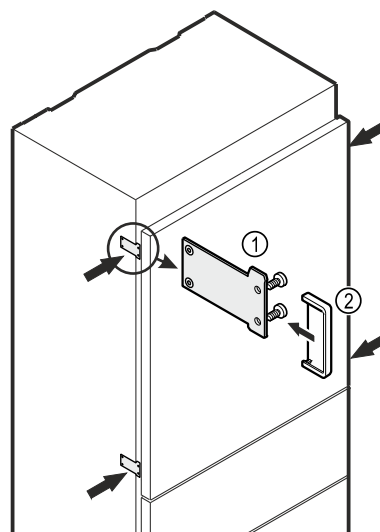

Fig. 20
- Visser l'appareil au corps de meuble via les pattes de fixation Fig. 20 (1) et avec respectivement deux vis 4x16.
- Monter le couvercle Fig. 20 (2).